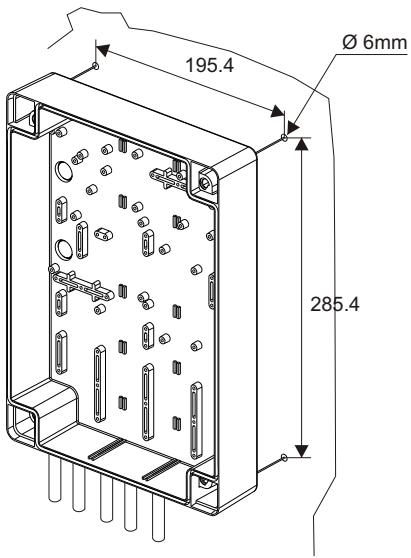

Fig. 1
- 3) Tracciare con l'aiuto della scatola i 4 punti di fissaggio o tenendo presenti gli interassi indicati in Fig. 1